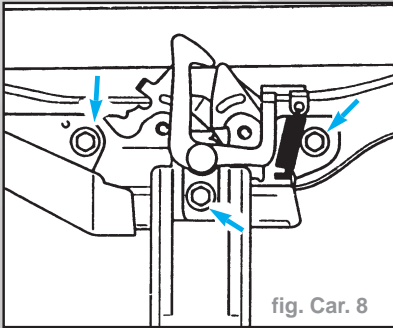

fig. Car. 8
- Régler le dispositif de fermeture si nécessaire - trois vis (fig. Car. 8).